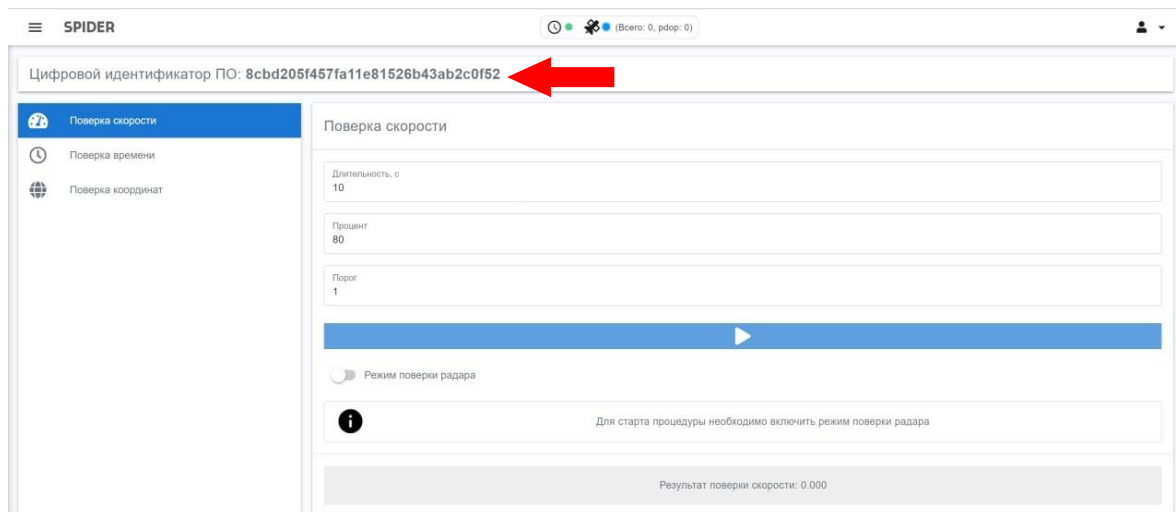

Рисунок 14 – Цифровой идентификатор ПО в разделе «Проверка».
7.5.2. Цифровой идентификатор ПО (эталонная контрольная сумма) отображаются в разделе Web-интерфейса «Проверка» (см. рисунок 14).